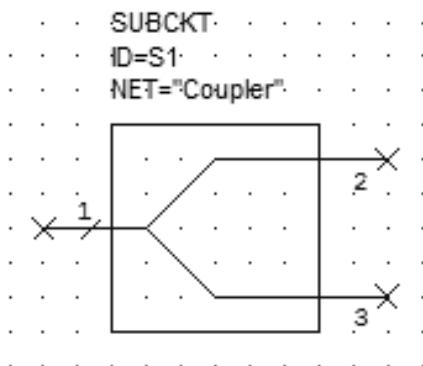

Рис. 1.2
3.7. Создайте схему с именем **DIVIDER**. В окне просмотра элементов раскройте группу **Subcircuits** и перетащите в окно схемы подсхему **Coupler**. Дважды щелкните по элементу подсхемы, и в окне свойств откройте вкладку **Symdol**. В списке символов найдите и отметьте символ **SPLIT2@system.syf** и нажмите **ОК**. Элемент подсхемы **Coupler** будет выглядеть, как показано на рис. 1.2.